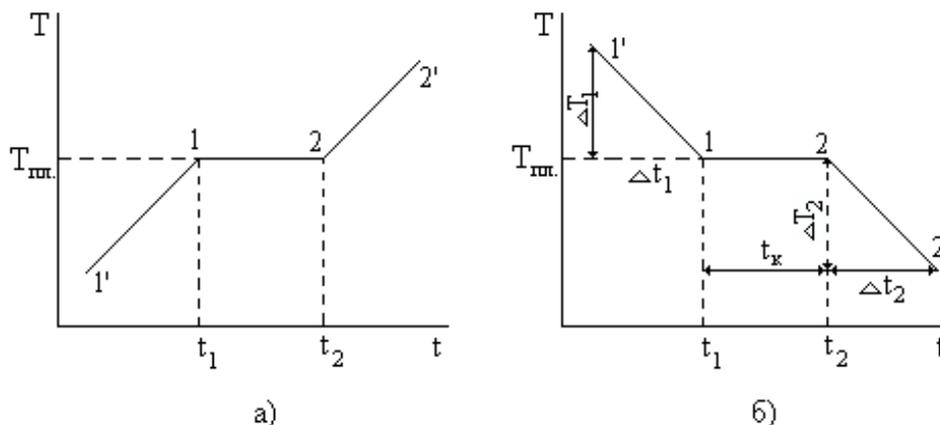

Рис.3
5. По результатам таблицы 1 постройте график  $T = f(t)$  - диаграмму плавления образца. Выделите на диаграмме линейные участки 1' - 1, 1 - 2 и 2 - 2' (см. рис. 3б)
7. Вычислите скорости нагревания  $x_1 = (\Delta T_1/\Delta t_1)$  и  $x_2 = (\Delta T_2/\Delta t_2)$ , соответствующие участкам 1' - 1 и 2 - 2' вблизи кристаллизации, а также среднее значение  $\Delta T/\Delta t = x = (x_1 + x_2)/2$  и погрешность  $\Delta x = (x_1 - x_2)/2$ . Время кристаллизации (см. рис.3)  $t_k = t_2 - t_1$ . В качестве оценки погрешности для  $t_k$  можно взять интервал между измерениями температуры образца ( $\Delta t_k = 2$  сек).
8. Вычислите по формуле (3) удельную теплоту плавления  $\lambda$  и ее погрешность;